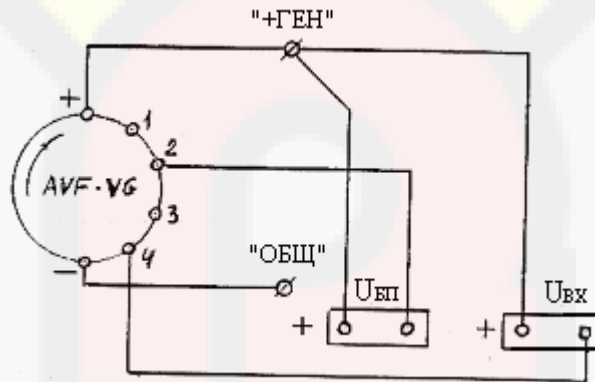

Рис. 10
2. Для проверки исправности выпрямителя, от которого запитывается обмотка возбуждения (рис. 10), замерьте напряжение на выходе выпрямителя, установив переключатель вольтметра S3 в положение «U_{вх}».